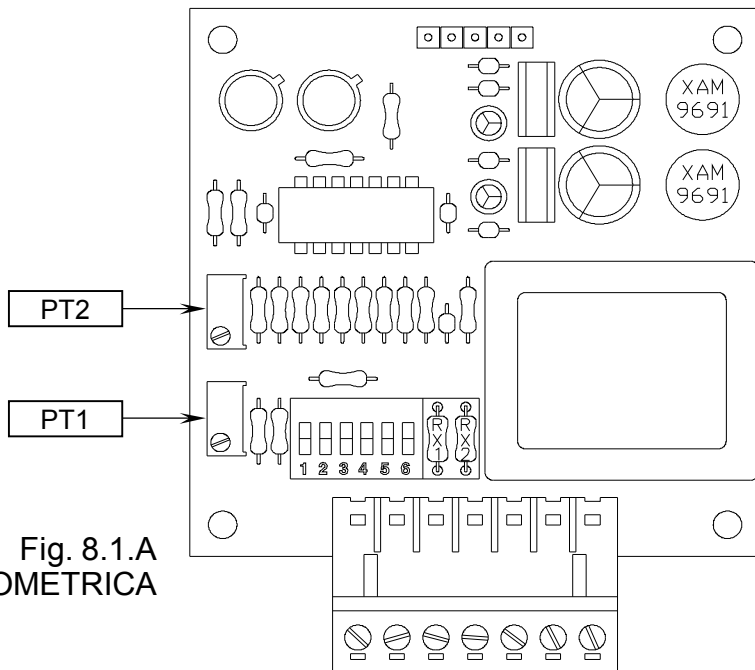

Fig. 8.1.A
2. Agire sulla vite del trimmer PT1 (vedi Fig.8.1.A) e portare l'indice allo 0% della scala.
4. Agire sulla vite del trimmer PT2 (vedi Fig. 8.1.A) e portare l'indice al 100% della scala
Scheda Potenzimetrica	Fig. 8.1.A